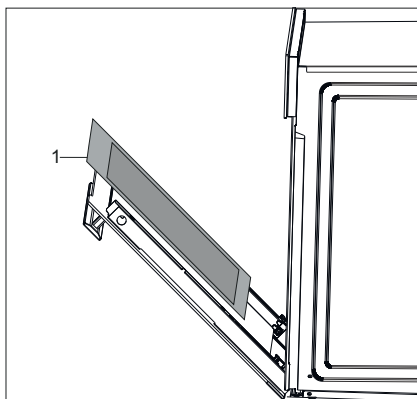

Рис. 31
- Снимите внутреннее стекло прибора для очистки (Рис. 31).